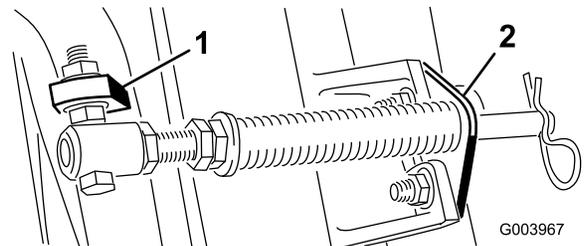
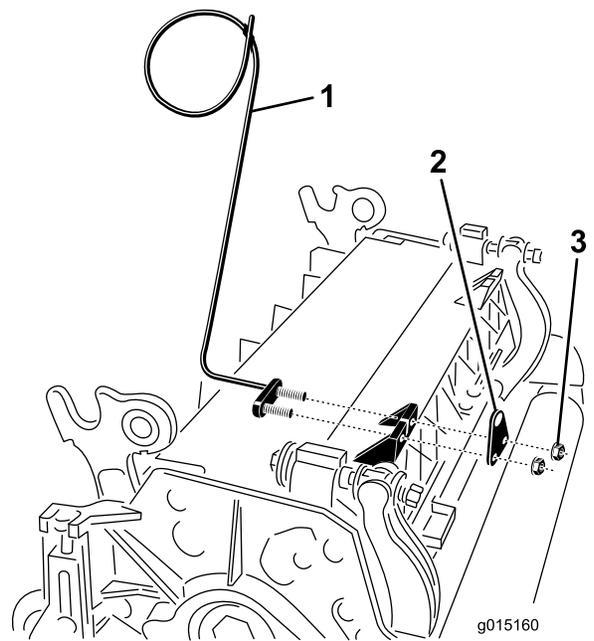

Bild 11
Bild 13
Hinweis: Positionieren Sie den Schraubenkopf zur Außenseite der Nase, wie in Bild 11 dargestellt.
- E. Montieren Sie die Stangenhalterung mit den Schlossschrauben und Muttern an den Schneideinheitnasen (Bild 11). An der Schneideinheit müssen Sie auch die linke Schlauchführung vorne an den Schneideinheitnasen befestigen, wenn Sie die Stangenhalterung (Bild 13) wieder einbauen.